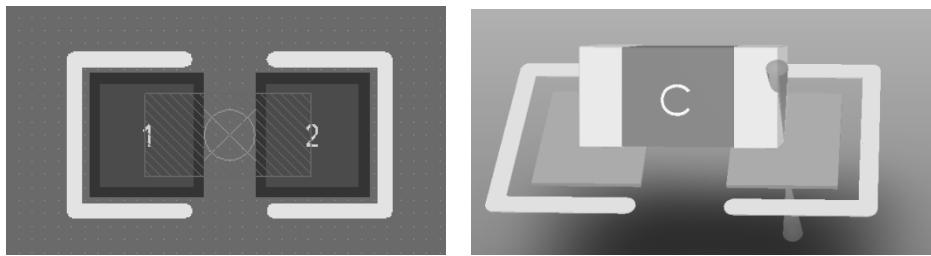

图 6-52 放置好的 3D 元件体
(3) 单击“打开”按钮，可将 3D 元件体放置到相应的焊盘位置，切换到 3D 视图，查看放置效果，如图 6-52 所示。